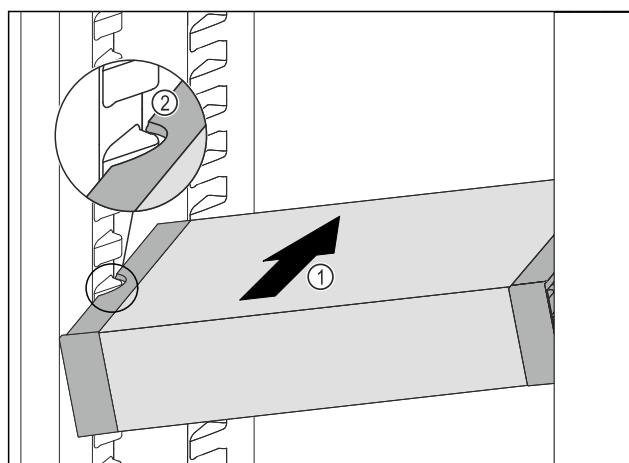

Fig. 54
► Împingeți VarioSafe oblic în frigider Fig. 54 (1), până când degajările laterale Fig. 54 (2) ale VarioSafe se află la înălțimea nervurii recipientului din frigider.